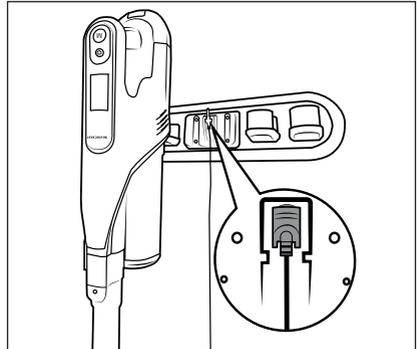

Fig. 6
- ◆ Insérez l'aspirateur par le haut dans le support mural **18**, afin que la fiche creuse **11** glisse dans la prise de recharge **6** en dessous de l'appareil. L'indicateur de batterie **28** se met à clignoter et la recharge débute (voir fig. 6 et 7).